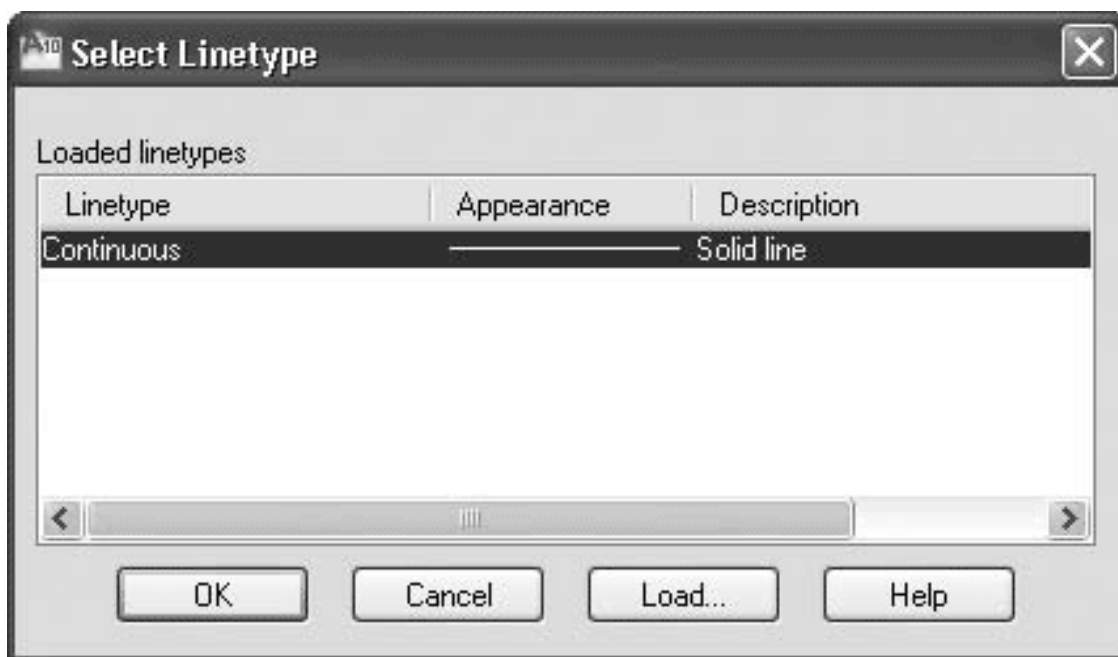

Рис. 2.29. Диалоговое окно Select Linetype (Выбор типа линии)
- После щелчка на значении в столбце **Linetype** (Тип линии) открывается диалоговое окно **Select Linetype** (Выбор типа линии) (рис. 2.29), в котором по умолчанию присутствует всего один шаблон линии – **Continuous** (Сплошная).